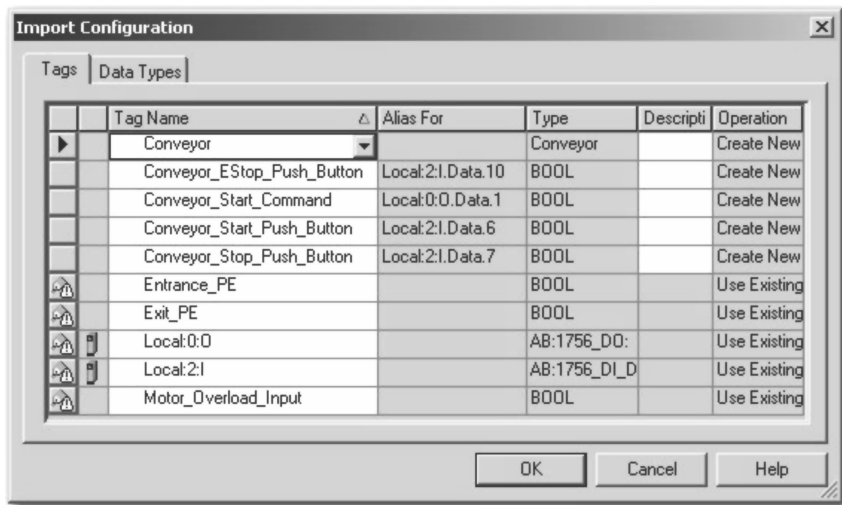

图 13-24 “导入组态”窗口
39. 将弹出“导入组态”（Import Configuration）窗口，如图 13-24 所示。